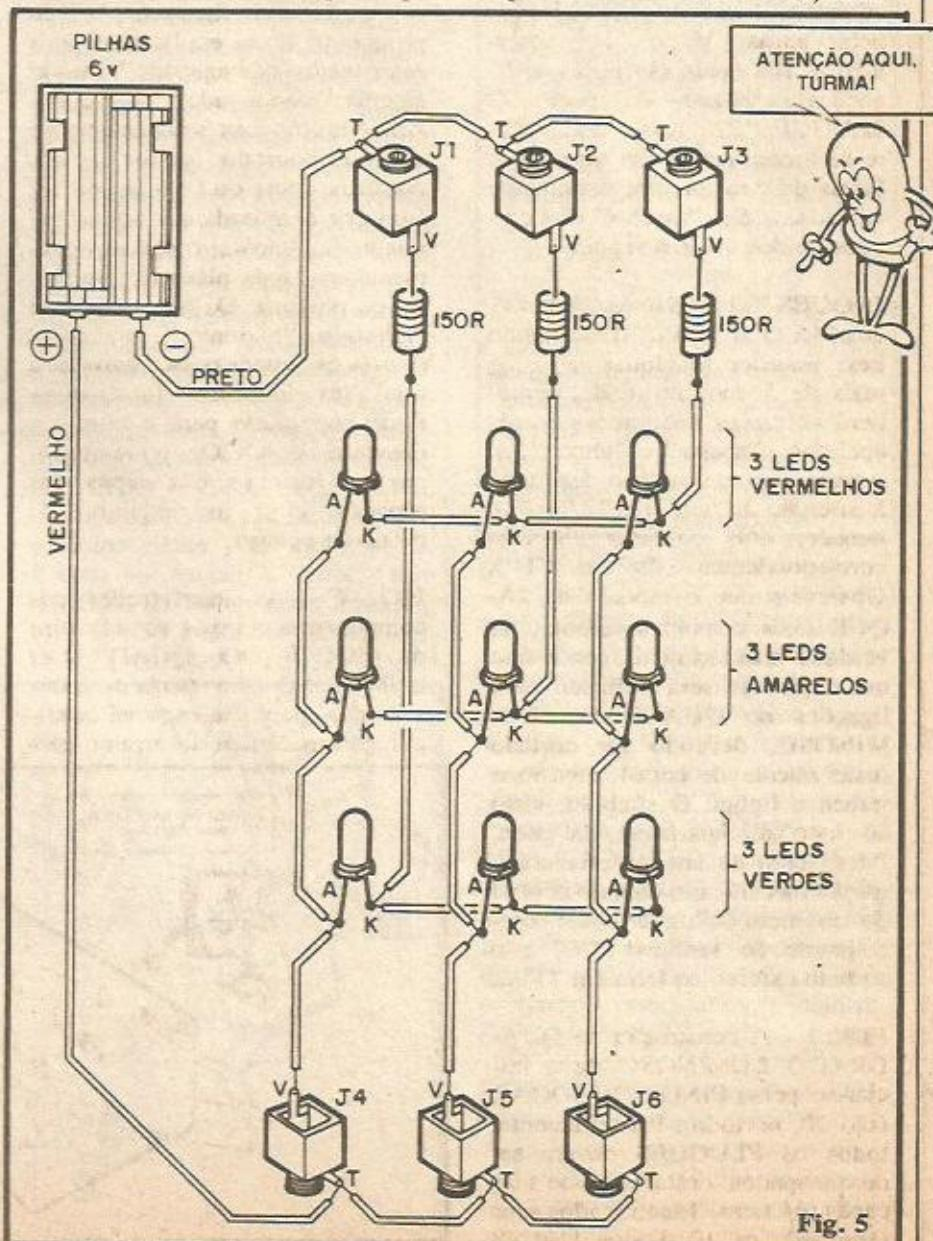

Fig. 5
- FIG. 5 - Diagrama das ligações do circuito, em "vista real" ("chapeado"). Não tem nada de difícil, só "pedindo" certa atenção... Notem que todas as peças estão nas mesmas posições respectivas (LEDs e jaques) mostradas na fig. anterior (4) e assim deve ser interpretada a "coisa" no momento das ligações soldadas. Todas as conexões são diretas, ponto a ponto, feitas com fio isolado fino ("cabinho"), obviamente removendo-se a isolação nas pontas, antes das soldagens. Identificar BEM os terminais de todos os LEDs (em dúvida, consultar a fig. 2) e jaques. Observar também a polaridade de alimentação (pilhas), codificada através das cores (vermelho/preto) dos fios que normalmente saem do suporte. Atenção às ligações dos 3 resistores e à disposição (com relação às CORES) das 3 filas de LEDs. CUIDADO para que não resultem "curtos" ou contatos indevidos (por exemplo: entre as duas "pernas" de um mesmo LED...). NÃO COLOCAR as pilhas no suporte, sem antes conferir tudo, tantas vezes quantas necessárias para ter a certeza de que não há erros. Notar ainda que, embora na figura alguns dos fios sejam vistos em tamanhos consideráveis (isso foi feito apenas para facilitar a localização e visualização individual